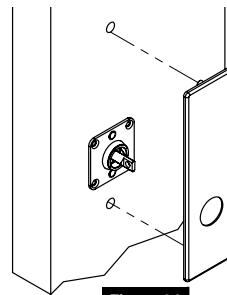

Figure 34
3. Mount escutcheon. (Figure 34)